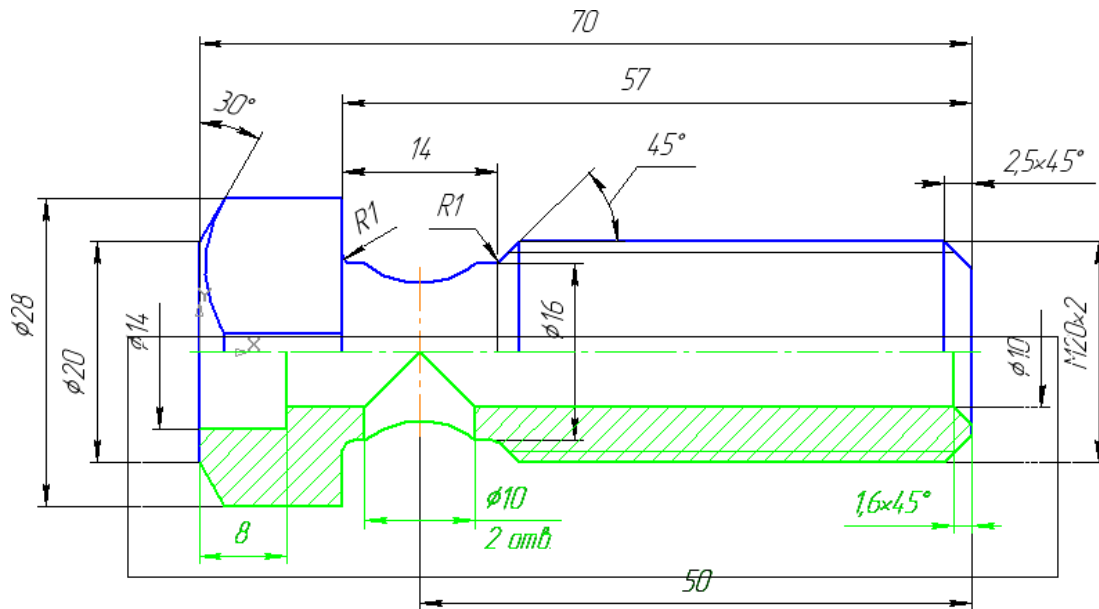

Рис. 2
1. Нажмите кнопку **Новая деталь** . Укажите свойства детали. Для построения основания активизируйте плоскость ZX в дереве построения. Установите ориентацию детали **Нормально к...** Нажмите кнопку **Новый эскиз**  на Панели управления. Система перейдет в режим редактирования эскиза. Откройте чертеж, выполненный в практической работе № 16. Рамкой выделите часть изображения, рис. 2, скопируйте в буфер , укажите базовую точку в начале координат.